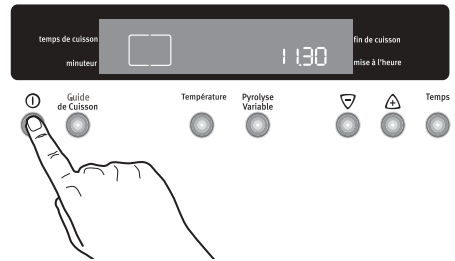

Fig. 3
Le four doit être mis en marche avant de régler tout programme ou fonction de cuisson. Quand la touche "**Marche / Arrêt**" ① est pressée, l'éclairage du four s'allume et le symbole □ apparaît sur l'écran (Fig. 3).